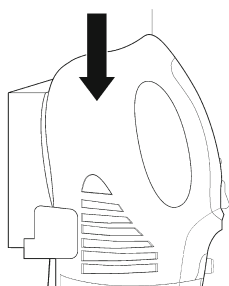

Fig. 7
- Collegare alla corrente il cavo dell'alimentatore (5).
- Accertarsi che l'interruttore di accensione/spengimento (14) sia in posizione OFF (spento).
- Sistemare correttamente l'apparecchio sulla stazione (2, fig. 7). Se la posizione è corretta, il LED si illumina di rosso. Lasciare ricaricare per almeno due ore.